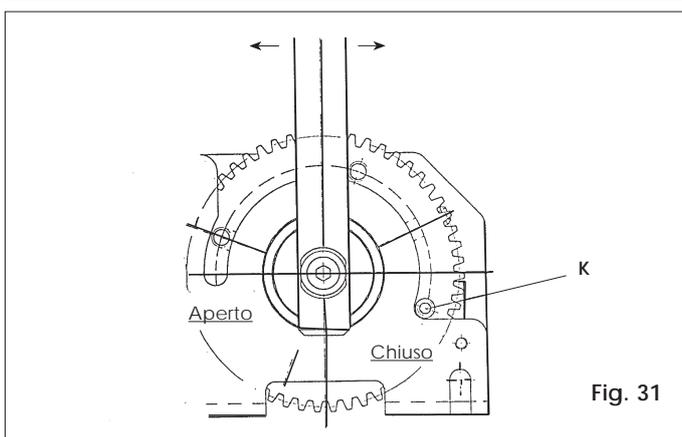

Fig. 31
- 4) Caricare o scaricare la molla, ruotando il braccio nella direzione rispettiva, ed inserire la vite nel foro di posizione K (fig.31).